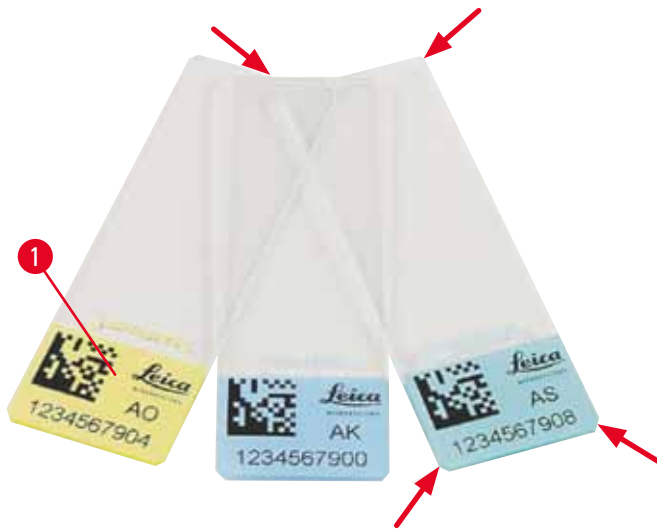

Fig. 4
Kun standard objektglass med trykbare, fargede kanter (→ "Fig. 4-1") kan trykkes i Leica IP S (→ "Fig. 4").
- For å redusere mengden glasstøv og faren for mekaniske feil skal du kun bruke objektglass med avkuttete hjørner (45° vinkel på hvert hjørne, (→ "Fig. 4")).